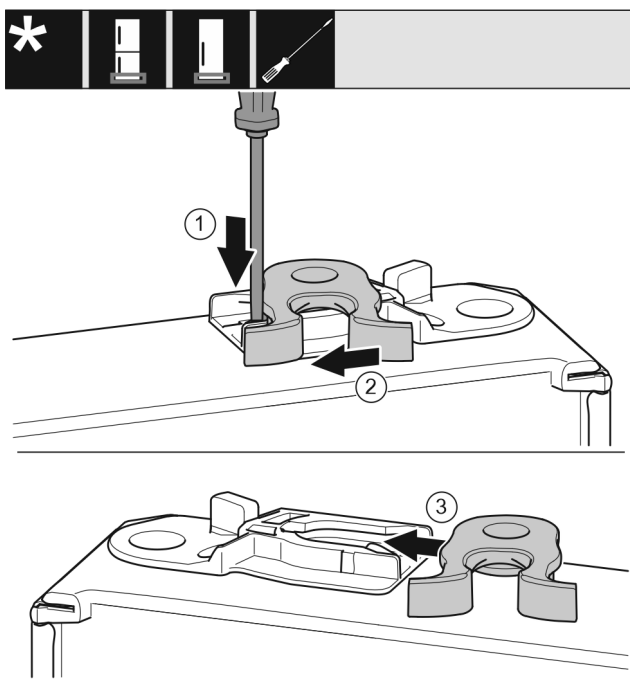

Fig. 27
- S ploščatim izvijačem potisnite spono navzdol. Fig. 27 (1)
- Zapiralni kavelj povlecite iz vodila. Fig. 27 (2)
- Zapiralni kavelj na drugi strani potisnite v vodilo. Fig. 27 (3)